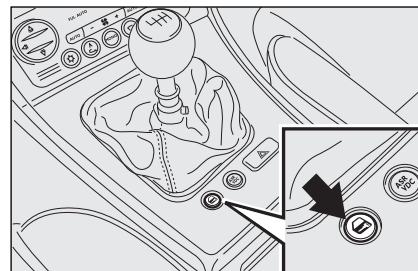

fig. 90
Als de functie is ingeschakeld (ON), kunnen de andere portieren worden ontgrendeld door op de knop  (fig. 90) op de middenconsole te drukken.
Druk op de knop  (fig. 90) om alle portieren te ver-/ontgrendelen.